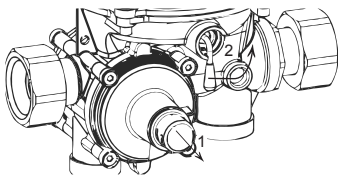

Рис. 3
2.3.4 Снимите защитный колпачок 1 (см. рис.3)